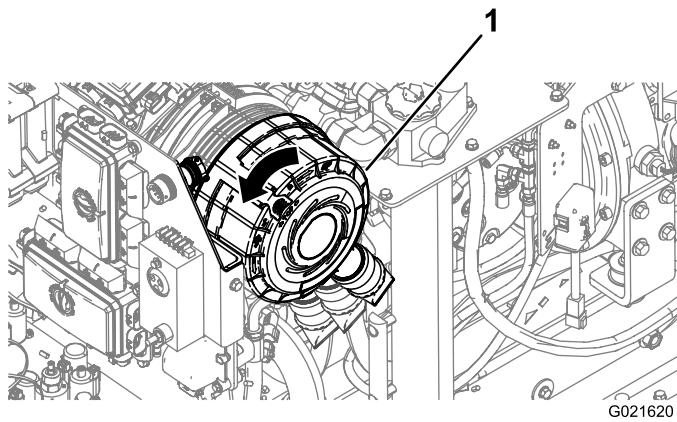

Figura 79
- Gire la tapa del filtro en sentido antihorario hasta que el tapón guardapolvo esté en la posición de las 4 (Figura 79).
- Gire la tapa del filtro del limpiador de aire en sentido horario, hasta que el tapón guardapolvo esté en la posición de las 4 (Figura 79).
- Empuje el enganche de la tapa del filtro del limpiador de aire hacia dentro hasta que quede bien asentada (Figura 79).